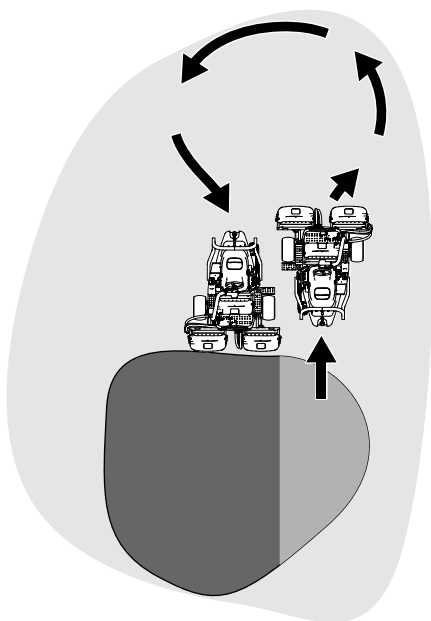

図 22
6. Uターンするとき、一旦反対側にハンドルを切ってから旋回すると、楽に、しかも効率良く回ることができて次の列そろえが楽になります。反対側に軽く振ってから旋回すると雨だれ形の旋回図 22 になって、スムーズに次の列に入ることができます。